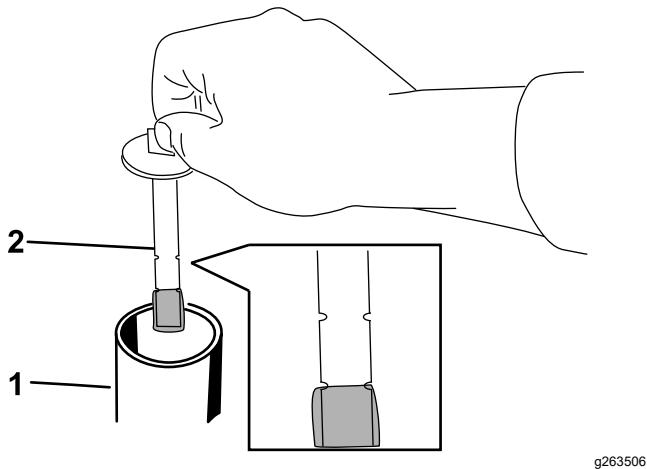

Figure 74
7. Enlevez le bouchon du goulot de remplissage et vérifiez le niveau de liquide sur la jauge (Figure 74).